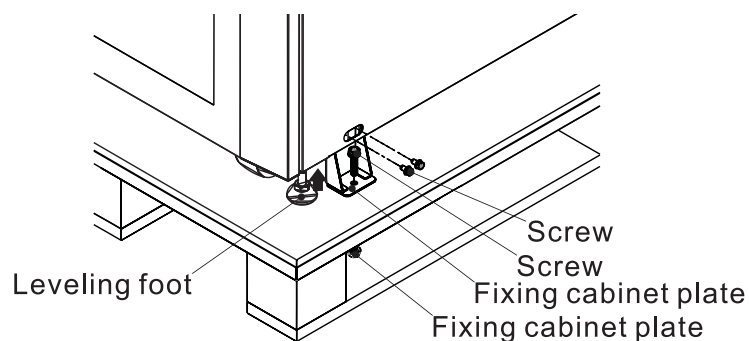

Figure 4.4
3. Retirer les quatre plaques de fixation (Figure 4.4) et desserrer les pieds de nivellement en les tournant dans le sens contraire des aiguilles d'une montre, en les remontant au-dessus du niveau des roulettes. L'armoire de l'onduleur peut maintenant être roulée de la palette sur la rampe. Au moins trois personnes doivent être présentes pour déplacer l'onduleur vers l'espace d'installation, deux pour soutenir les côtés de l'onduleur et une troisième personne pour guider l'onduleur vers son emplacement final.